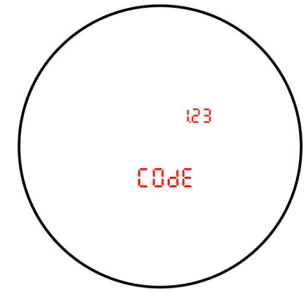

Abbildung 28
2. Drücken Sie die Menütaste kurz, um zu blättern, bis der Code/Firmware-Optionsbildschirm angezeigt wird. In Abbildung 28 wird Code 123 als Beispiel verwendet.